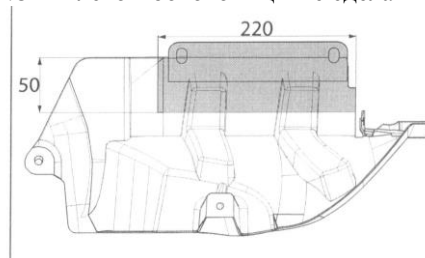

Рис.2 Вырез в боковом щитке.
4.8 В левом боковом щитке сделать вырез (см.рис.2).